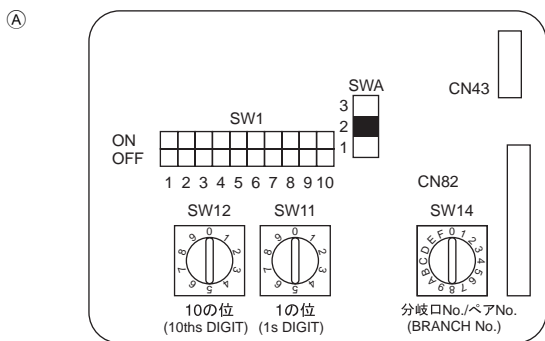

Fig. 6-4
6.5. De aansluitadressen instellen (Fig. 6-4)